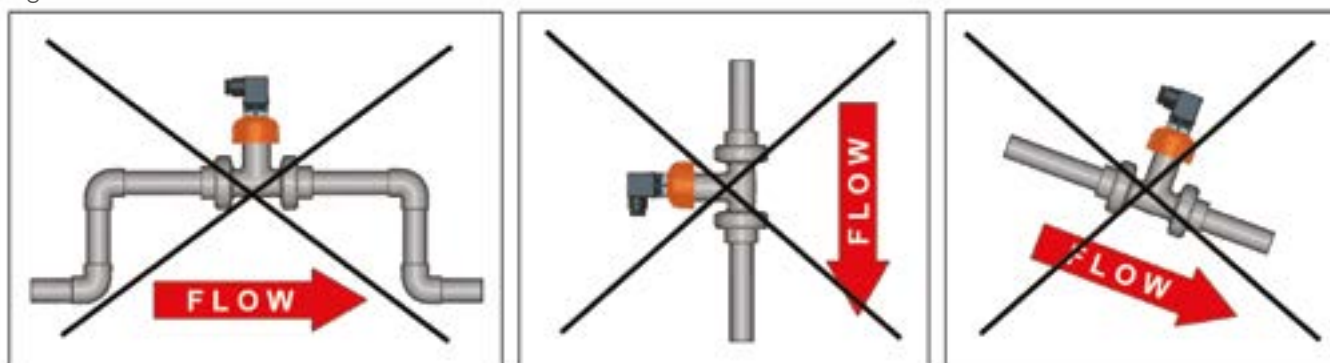

Fig. 3
- Le tre installazioni mostrate in **Fig.3** devono essere evitate, a meno che non esista la certezza assoluta che nel tubo non siano presenti bolle d'aria.